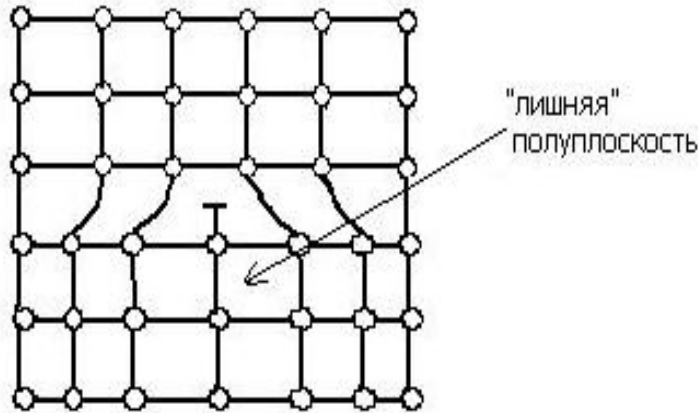

Рис.7 Схема краевой дислокации.
- Краевая дислокация (рис. 7) представляет собой искажение кристаллической решетки, вызванное наличием **«лишней» атомной полуплоскости.**